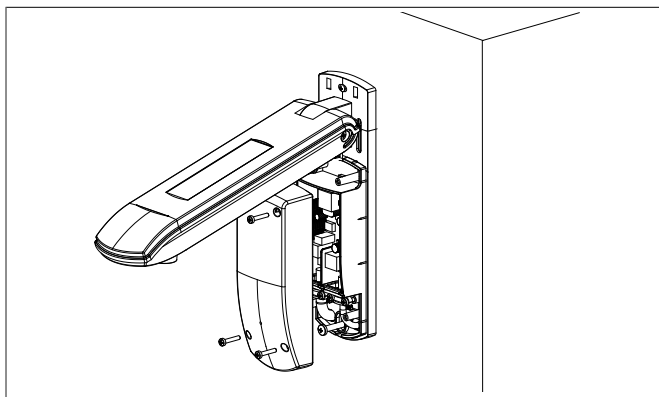

Abb. 3: Wandmontage
- Befestigen Sie die Wetterstation mit den beiliegenden Schrauben und Dübeln wie abgebildet auf einem geeigneten Untergrund (Abb. 3). Die Verbindungsleitung muss auf der Rückseite der Montageplatte korrekt in der Führung liegen, damit sie bei der Montage nicht eingeklemmt wird.